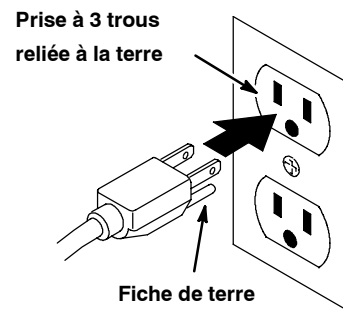

FIG. 5
- Branchez le cordon d'alimentation sur une prise murale mise à la terre (Figure 5).